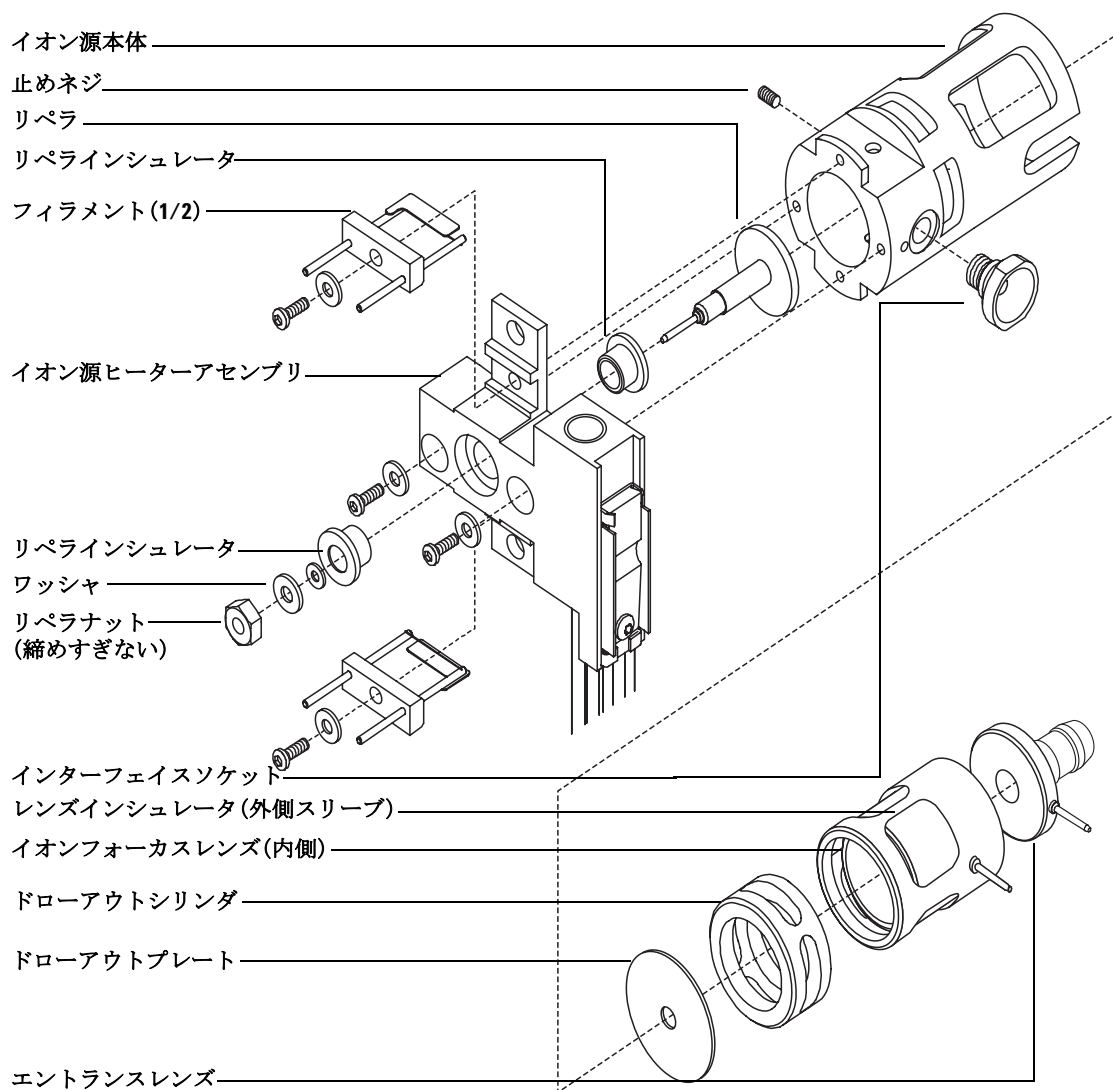

図 23 イオン源の組み立て
- 1 イオンフォーカスレンズ、エントランスレンズ、およびレンズインシュレータを組み立てます (図 23)。
- 2 ドローアウトプレートとドローアウトシリンダをイオン源本体にスライドさせます (図 23)。